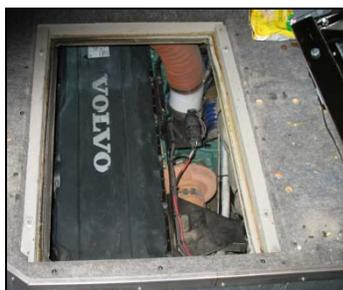

FIGURE 4
- 6) **SÉRIE X3:** Pour faciliter l'accès au moteur, retirer la trappe d'accès au moteur située à l'arrière de la section des passagers. Sur les véhicules de série X3, il y a une seconde trappe d'accès (FIGURE 4) située sous les deux sièges (FIGURE 5) près du cabinet d'aisances. Vous devrez d'abord retirer les coussins (FIGURE 6) pour pouvoir enlever ces sièges.